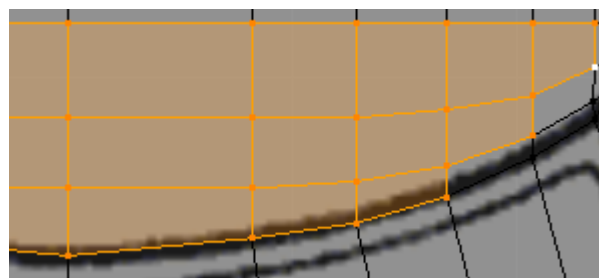

Figura 4.67
5. Na janela Top Ortho, encurve os 3 primeiros contornos, seleccionando cada um dos vértices e deslocando-os segundo yy, **[G]>[Y]**, figura 4.67.
6. Active **Snapping during transform** na barra da janela 3D e sobreponha os vértices do 1º contorno do tejadilho com os vértices do vidro frontal, **[G]**, figura 4.67.